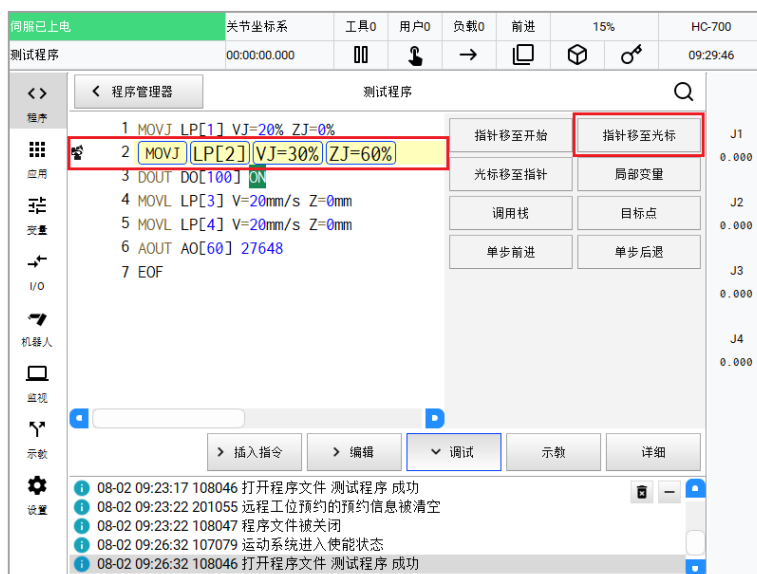

图8-3 程序试运行图-3
3. 点击屏幕中的光标移动键,移动光标到需要试运行的程序行,例如第二行,如图8-3。